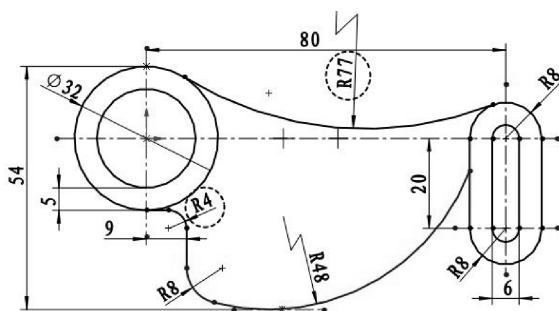

图 2-121 绘制圆角与圆弧
- 单击【三点圆弧】按钮, 创建第二段连接线段圆弧曲线 (圆半径 R77), 两端与相接圆分别相切, 如图 2-121 所示。